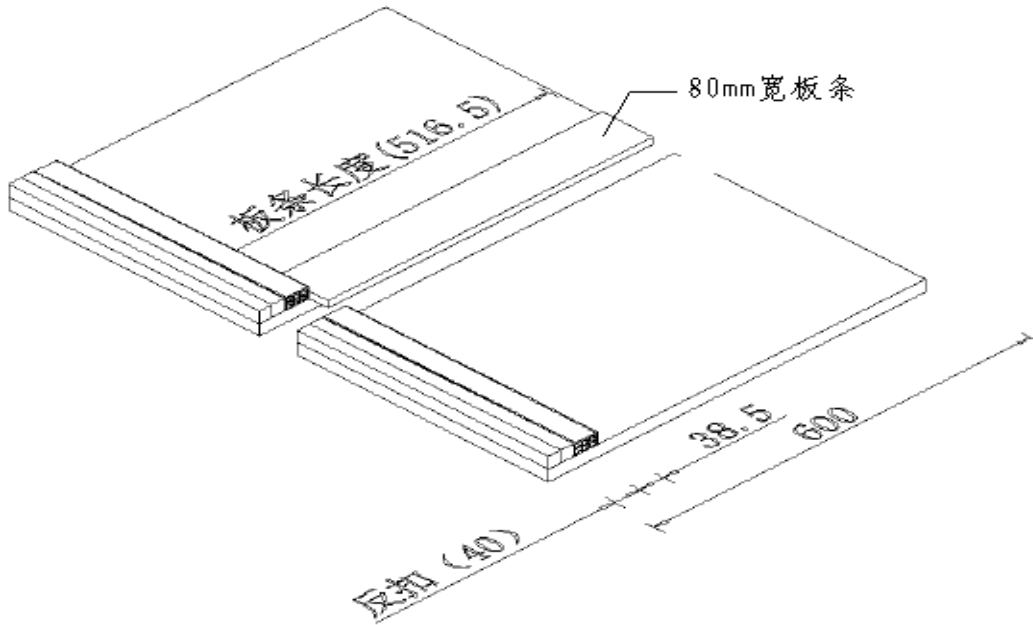

图 5-4-8
5.4.8 拼接处粘接板条：拼接处粘接 80mm 宽板条，便于现场安装及加强拼接处强度。如图 5-4-8；